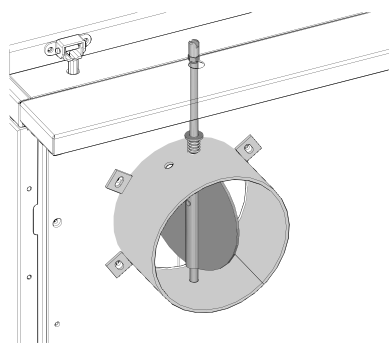

Fig. 5 Drosselklappe offen
- muss beim Anheizen immer in der offenen Stellung sein – Fig. 5.
Der Schlitz am Bedienungsknopf zeigt Ihnen die Stellung der Drosselklappe an. Schlitzstellung = Klappenstellung. Wenn Sie den Herd anheizen, öffnen Sie die Drosselklappe ganz – Fig. 5. Drehen Sie die Drosselklappe alle 14 Tage einmal durch. Das verhindert Russablagerungen.